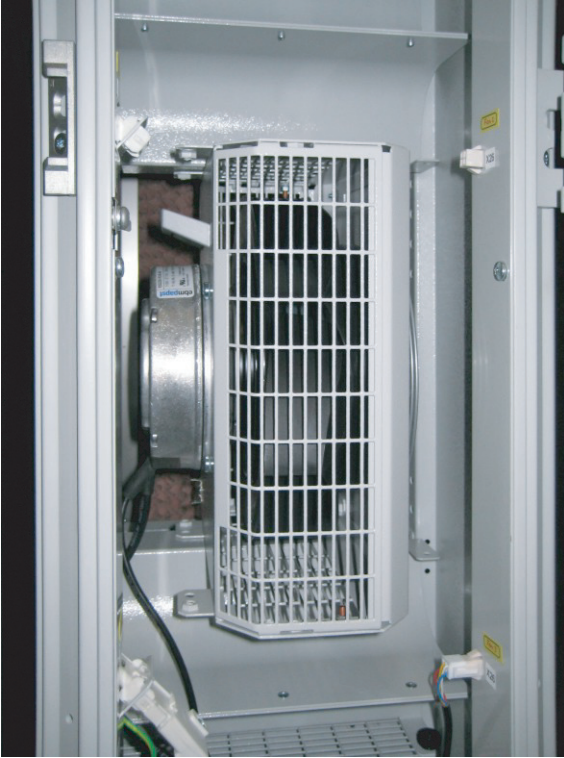

Abb. 45: Gedrehtes Lüftermodul im Lüftereinschub
- Drehen Sie das Lüftermodul im Einschub im Uhrzeigersinn um 90° (Abb. 45).